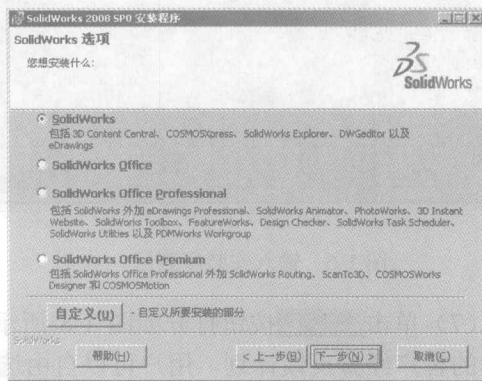
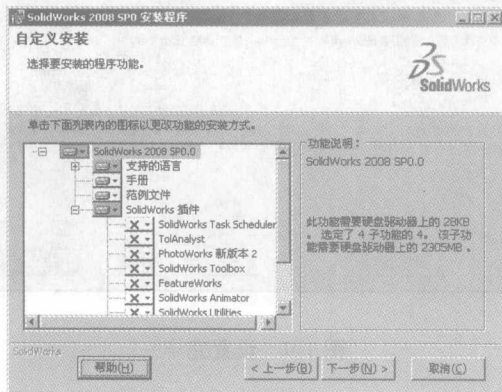

图 1-3 选择安装模块
图 1-4 自定义安装模块
(3) 单击 **下一步(N) >** 按钮打开如图 1-3 所示的安装设置界面, 选取要安装的组件。单击其中的 **自定义(U)** 按钮切换到如图 1-4 所示的安装界面, 用户可以根据不同的需要定制所要安装的模块。